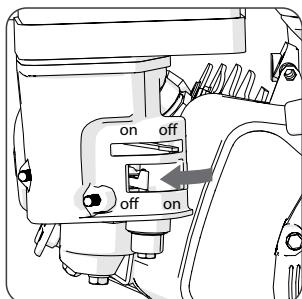

Fig. 5
- Tournez le robinet du carburant en position 'OFF'. **(Fig. 5)**